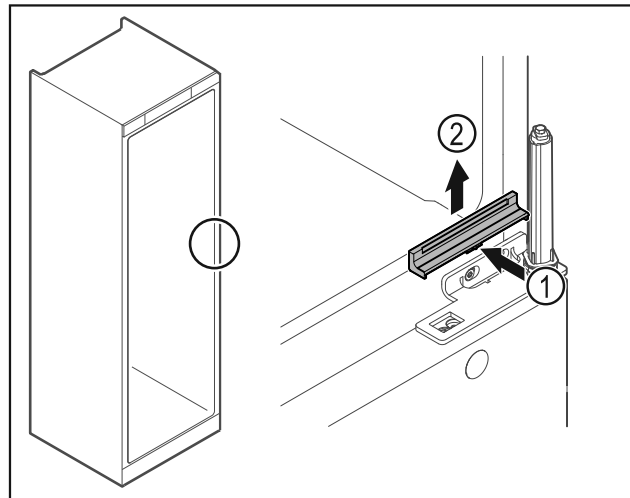

Fig. 32
- ▶ Finoman nyomja be a közepén a burkolatot Fig. 32 (1), és felfelé vegye le Fig. 32 (2).